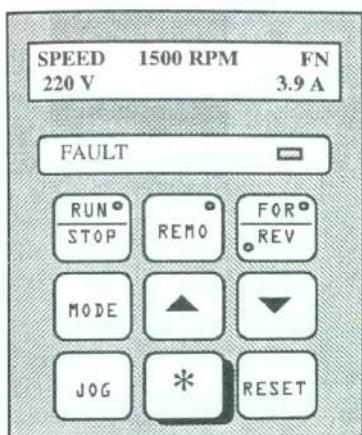

FIG 3.9
- ☞ Hold down \* key. (fig. 3.9)